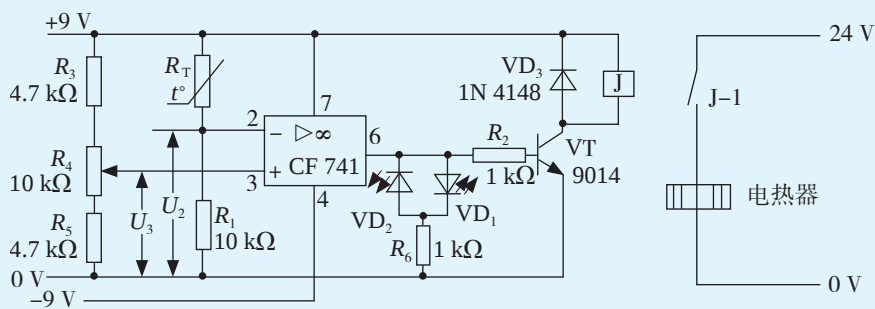

图 5-20 电路图
1. 应用CF741运算放大器, 设计电路图如图5-20所示。